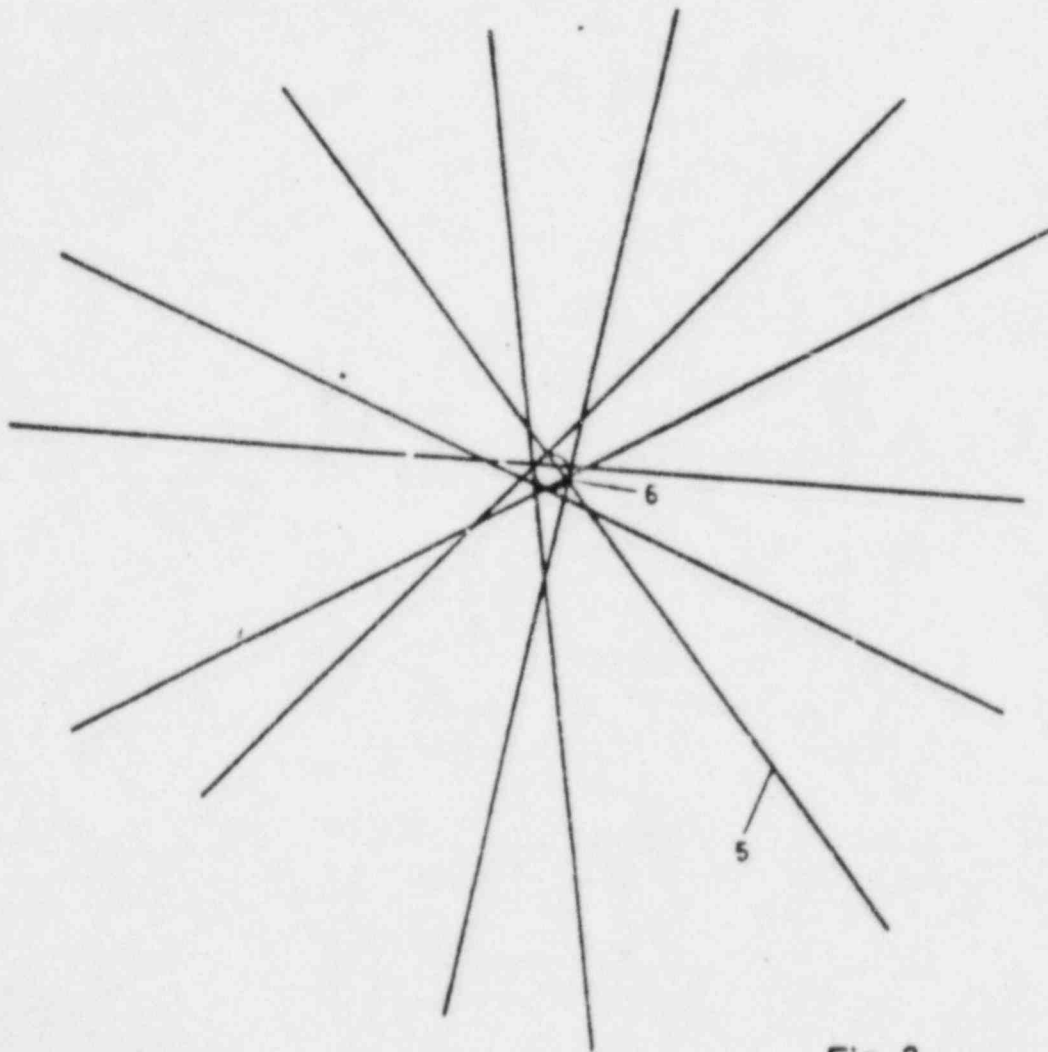

Fig. 2
- Diese Markierungen der Spurmitten verbinden, sie zeigen die Zentralstrahlen an (5/Fig. 2).
- Mit Hilfe einer Kreisschablone den kleinsten Kreis suchen, der von jedem der sieben Zentralstrahlen geschnitten bzw. mindestens berührt wird (6/Fig. 2).
- Connect these marks of the trace centers which indicate the central rays (5/fig. 2).
- Using a circular template, find the smallest circle cut or at least touched by each of the seven central rays (5/fig. 2).